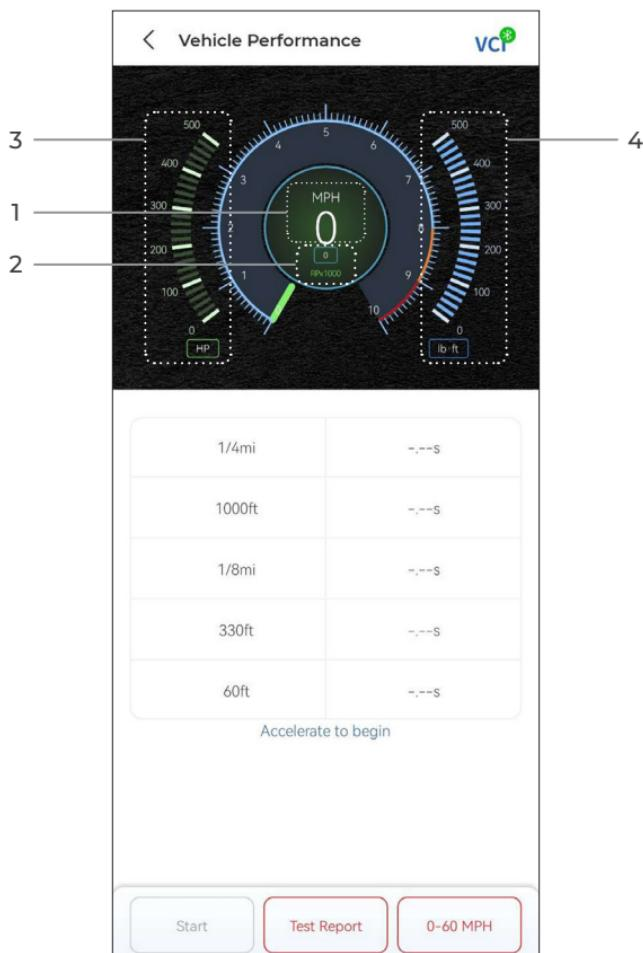
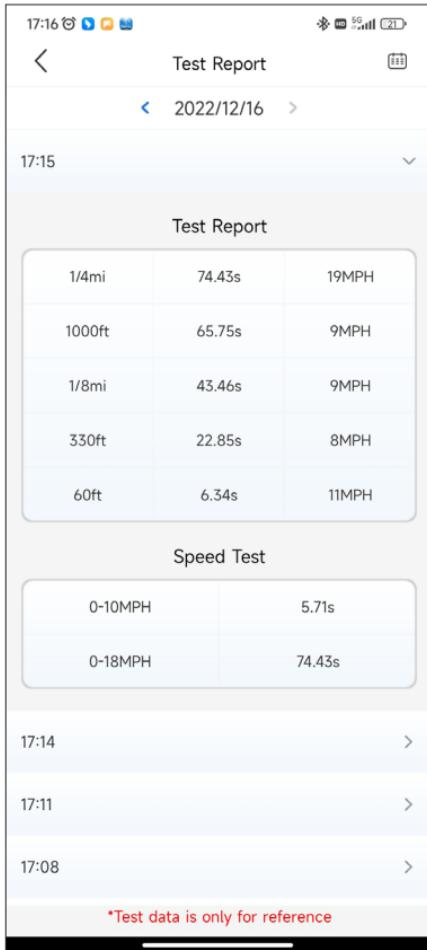

Рисунок 4-18
Рисунок 4-21
**Результаты теста 1/4 мили** — запишите время, затраченное транспортным средством на прохождение определенного расстояния (60 футов, 330 футов, 1/8 мили, 1000 футов, 1/4 мили), и мгновенную скорость в каждой точке (см. Рисунок 4-18 и Рисунок 4-21).
транспортным средством на разгон до определенной скорости (см. Рисунок 4-21).